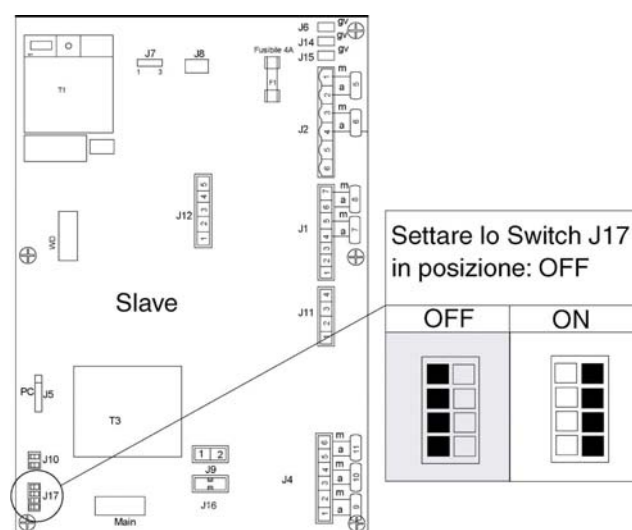

Figura 18
- Settare tutti e quattro gli interruttori J17 presenti su ogni Slave del gruppo termico nella posizione Off (Figura 18);